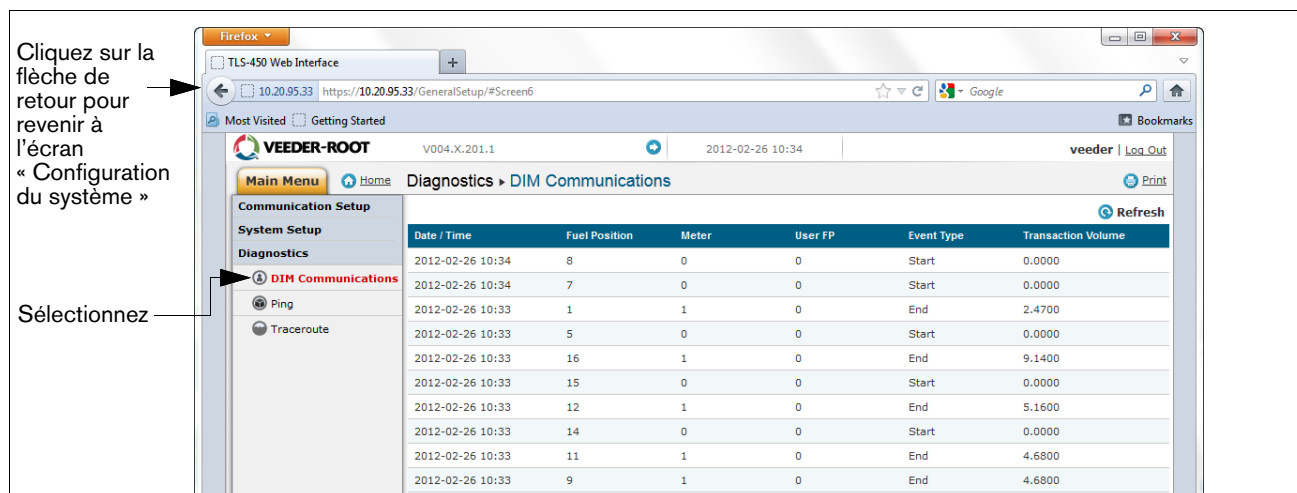

Figure B-10. Contrôle de la communication DIM
12. Sur la page « Diagnostics » (en bas à gauche de la figure ci-dessus), cliquez sur « Communications DIM » pour vérifier que les communications DIM sont bien enregistrées par l'enregistreur de données. Toute transaction réalisée après la configuration de l'enregistreur de données apparaîtra à l'écran (voir l'exemple à la Figure B-10).